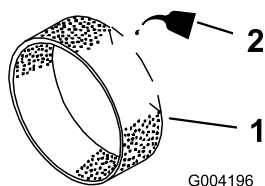

Bild 31
3. Gießen Sie etwas Öl auf den Vorfilter (Bild 31).